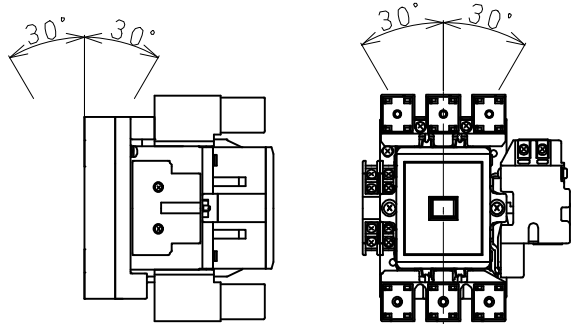

图 1 Fig. 1 図 1
- (1) 请安装于干燥、洁净、牢固的场所。
- (2) 请垂直安装。允许倾斜角度在 30° 以内。(图 1)
- (1) Mount in a dry, clean and stable location.
- (2) Mounting on a vertical surface. The product must not incline more than 30° . (Fig. 1)
- (1) 湿気、じんあい、振動の少ない所に設置してください。
- (2) 垂直面に取付けてください。許容傾斜角度は 30° 以内です。(図 1)